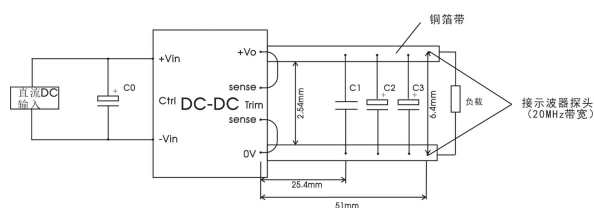

图 4
①所有该系列的 DC/DC 转换器在出厂前，都是按照下图 4 推荐的测试电路进行测试。